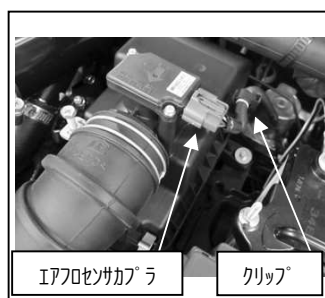

図 1
- ①バッテリー端子を取り外し、バッテリーを車両より取り出します。
- ②エアフロセンサカバーとハーネス固定のクリップを外します。図 1 参照